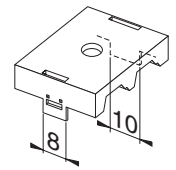

fig.2
- Les deux pattes du couvercle ont des largeurs différentes pour assurer le détrompage de montage sur le connecteur, celui-ci impose donc le sens de passage des câbles (fig.2)